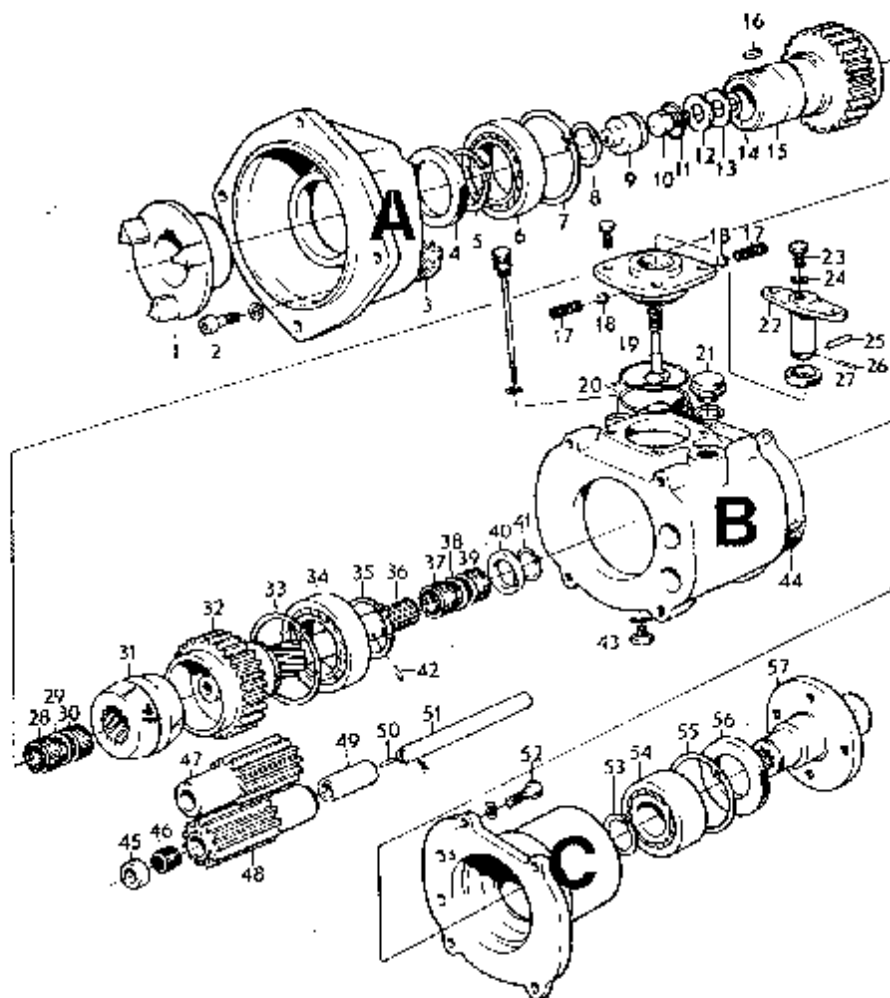

Abb. 59 Wendegeriebe Typ MS ohne Untersetzungsgeriebe
2. Öl des Wendegeriebes durch Herausdrehen der Ölablaßschraube (43, Abb. 59) ablassen. Ölmeßstab und Öleinfüllschraube herausdrehen.
3. Die vier Schrauben, die den Schaltmechanismus halten, herausdrehen und den Deckel so viel anheben, daß die Finger der einen Hand den Gleitschuh (19) ergreifen können. Danach den ganzen Mechanismus herausheben.
4. Wendegetriebe mit der Motoranschlußseite abwärts gerichtet aufstellen. Die vier Schrauben (52) heraus-schrauben und das hintere Gehäuse abheben. Wenn das Wendegetriebe mit einem Untersetzungsgetriebe versehen ist, wird statt dessen dieses entfernt. Dichtung (44) entfernen. An der Teilfläche zwischen dem hinteren Gehäuse (bzw. dem Untersetzungsgetriebe) und dem Mittelgehäuse sind zwei Wellenenden sichtbar. Ein Stück Klebeband oder ähnliches über diese setzen, so daß sie nicht bei Umdrehen des Wendegetriebes herausfallen.
6. Sicherungsring (8) abnehmen und die Hülse (9) mit Hilfe des Werkzeuges 884490 herausziehen. Mitnehmer (1) mit Hilfe einer Abziehvorrichtung abziehen.
7. Die vier Schrauben (2), die das Mittelgehäuse mit dem vorderen Gehäuse verbinden, lösen.
8. Schraube (10) lösen und 2 bis 3 Umdrehungen heraus-schrauben.
9. Wendegetriebe umdrehen und auf den Flansch des vorderen Gehäuses stellen. Danach den Sicherungsring (41) lösen und die Scheibe (40) abheben. Führungsstift (42) mit einer Zange aus der Welle (36) ziehen.
10. Mit einem Gummihammer vorsichtig auf das Mittelgehäuse klopfen, so daß sich dieses vom vorderen Gehäuse löst. Danach vorsichtig das Mittelgehäuse gerade nach oben herausheben. Darauf achten, daß die Wellen (51) nicht aus dem Mittelgehäuse fallen. Ein Stück Klebeband über die Wellenenden setzen, so daß diese gehalten werden. Die Nadellager (37 und 39) und die Distanzscheibe (38) aufbewahren.
11. Schalmuffe (31) von der Welle abheben.